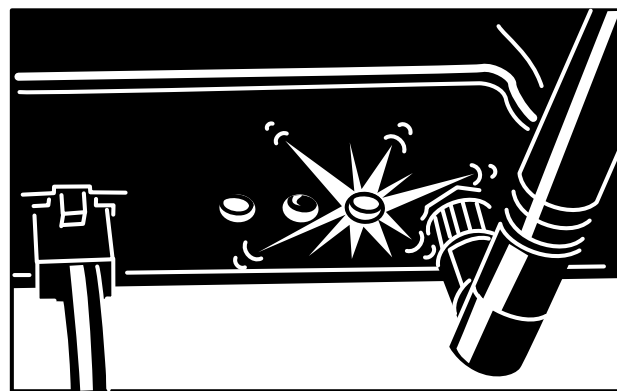

Figure 11
3. Vérifiez que le témoin de connexion internet s'allume (Figure 11).